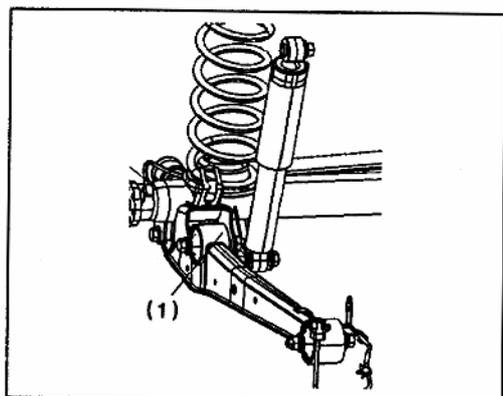

Рис. 566
5) Снимите задний болт крепления продольного рычага (1) (Рис. 566)